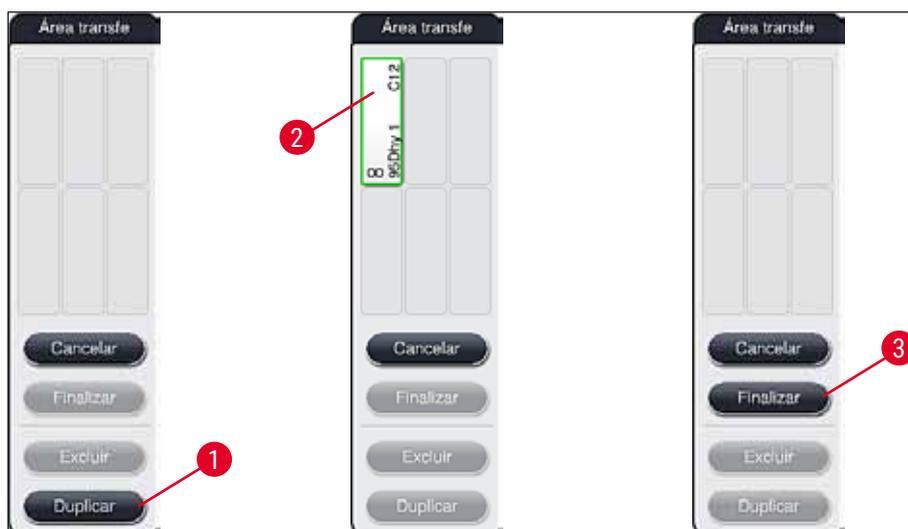

Fig. 53
2. Observe a mensagem de informações subsequente e confirme-a com **Ok**. Uma nova janela **Área transferência** (→ "Fig. 53") é aberta.